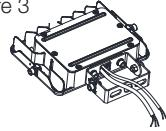
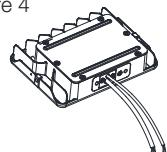

Figure 4
Figure 5
ÉTAPE 1: Retirez la lampe de l'emballage (Figure 4). ÉTAPE 2: Serrez les supports à l'aide de vis (Figure 5).